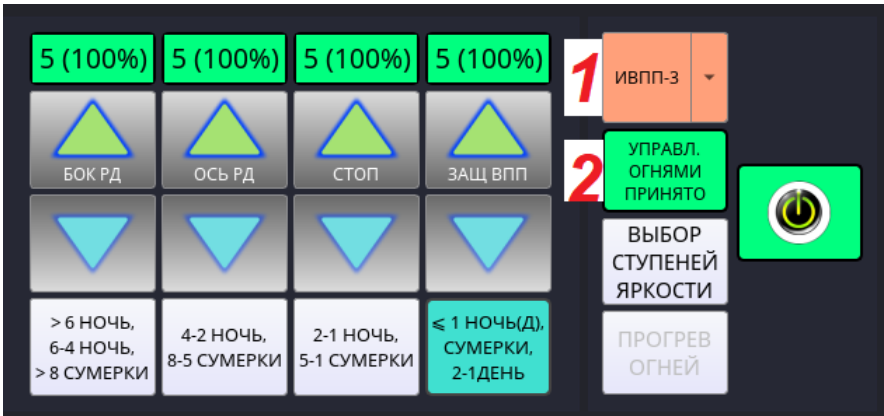

Рисунок 20
Перед взятием управления необходимо **выбрать ИВПП**: в раскрывающемся списке ИВПП, см. **1** на рис. 20.
**Взять управление огнями РД**: контекстной кнопкой взятия управления, см. **2** на рис. 20.